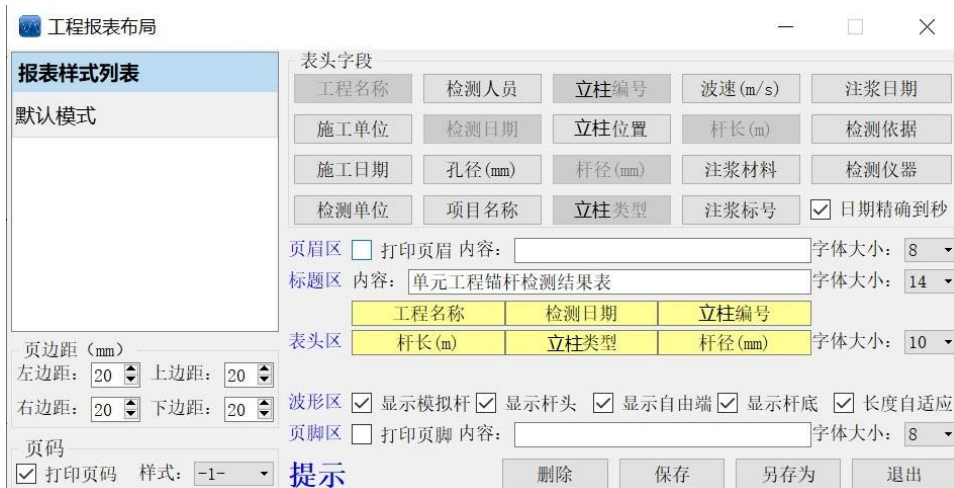

图 3-5 报表设置
- 报表设置：点击【报表设置】，可对导出的 Word 报表（包含单杆报表、工程报表、汇总报表）的页边距、页码、页眉、页脚、标题、表头等进行自定义设置，如图 3-5 所示。可通过鼠标选中表头字段拖拽至表头区，亦可通过鼠标双击表头区内容（黄色区域）来删除表头区字段，从而达到修改和新建报表样式的目的。表头区内选项为默认选项，一般不做修改。“日期精确到秒”主要用于对“注浆日期”、“检测日期”、“施工日期”三个字段在报表中的信息显示设置；若其被选中，则这三个字段对应信息精确到秒；否则，对应信息精确到日；默认不选中。